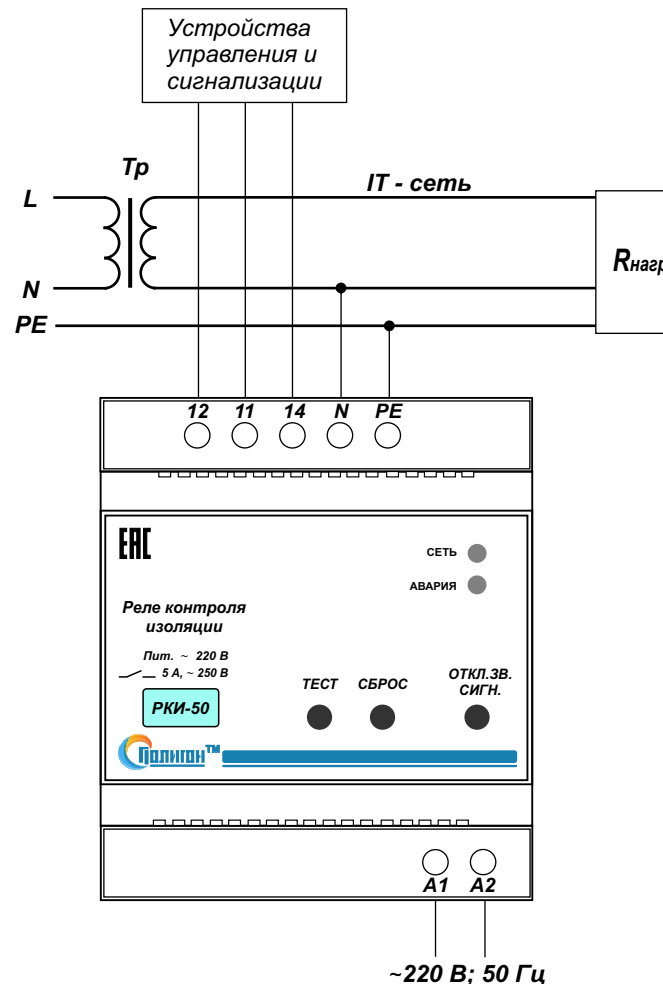

Рис.1. Типовая схема подключения блока РКИ-50.
4.3. Произвести подключение реле контроля изоляции РКИ-50 согласно маркировке (рис.1.): N - нейтраль ; РЕ -